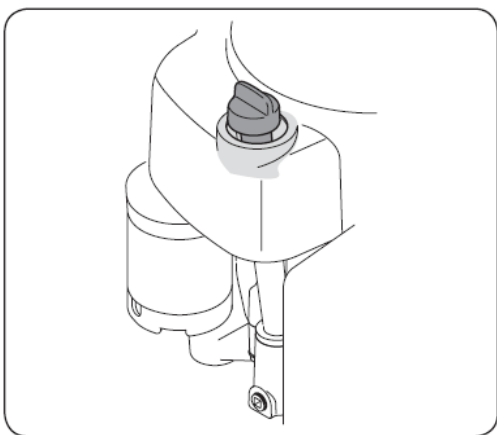

Figure 6-3
1. Nettoyez avec un linge propre autour du bouchon de remplissage et du tube pour enlever tous les débris. Consultez la Fig. 6-3.